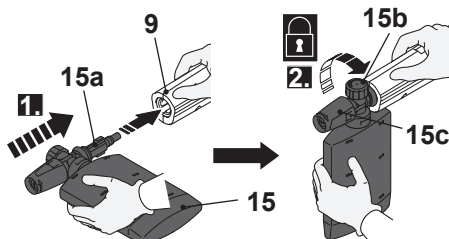

Fig. 13
2. Aliniați și introduceți limbile (15a) de la rezervorul de soluție (15) în canelurile portului de conectare ale pistolului de pulverizare (9) (Fig.13, pasul1).